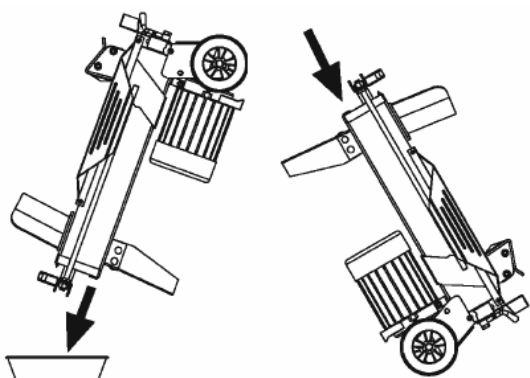

Fig.22: PREHLS52 / 042001
- Posizionare lo spaccalegna dal lato delle gambe di sostegno ( Fig.22; 23) sopra un contenitore (4 litri di capienza per PREHLS52 e 8 litri di capienza per PREHLS7T) per svuotare l'olio idraulico.
- Girare lo spaccalegna dal lato del motore (Fig.22; 23).